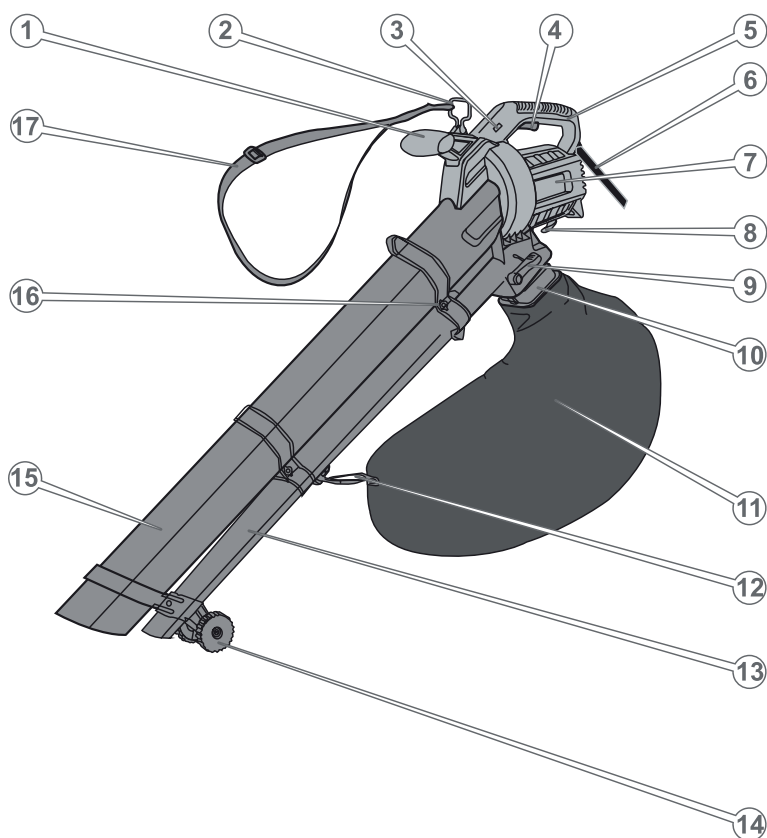

Рис.1
Скорость воздушного потока можно регулировать путем вращения механического регулятора (3) (Рис.1) в пределах 6-ти позиций. Нужное значение скорости будет отображаться в окошке. Скорость воздушного потока будет минимальной при отображении в окошке цифры 1, и максимальным, когда в окошке будет отображаться цифра 6.